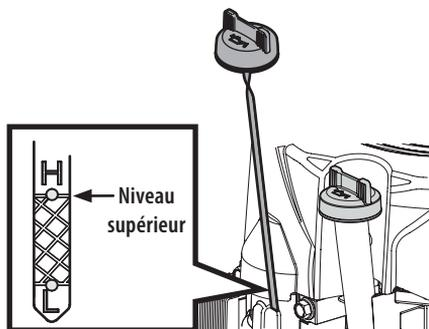

Figure 2
- Remplir l'huile jusqu'au repère supérieur de la jauge Figure 2.
1. Retirez le bouchon et essayez la jauge (Figure 2).
3. Dévissez le bouchon et retirez la jauge du tube de remplissage. Vérifiez le niveau d'huile. S'il est sous le repère bas, ajoutez lentement de l'huile jusqu'à ce que le niveau soit au repère haut. Voir Figure 2.